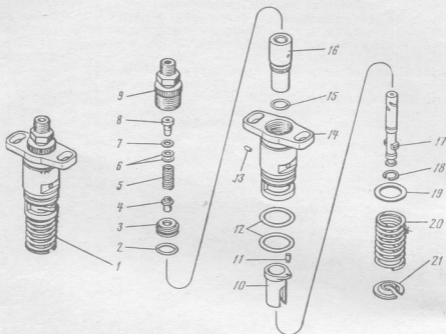

Рис. 5. Секция ТНВД;
28. Установить секцию 1 (рис. 5) в тиски, отвернуть штуцер 9 высокого давления, снять упор 8 пружины с пружиной 5, снять регулировочные шайбы 6, 7, снять нагнетательный клапан 4 с уплотнительной прокладкой 2, корпус нагнетательного клапана 3. (Верстак, ключ гаечный 19 мм).